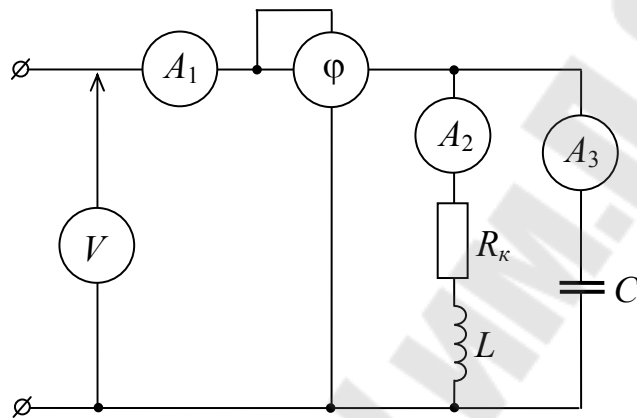

Рис. 5.5
5.3.3. Для электрической цепи рис. 5.5 приборы показали $U_V = 34,5$ В; $\varphi = 0^\circ$ ($\cos \varphi = 1$); $I_1 = 0,13$ А; $I_2 = 0,34$ А; $I_3 = 0,33$ А. Требуется: